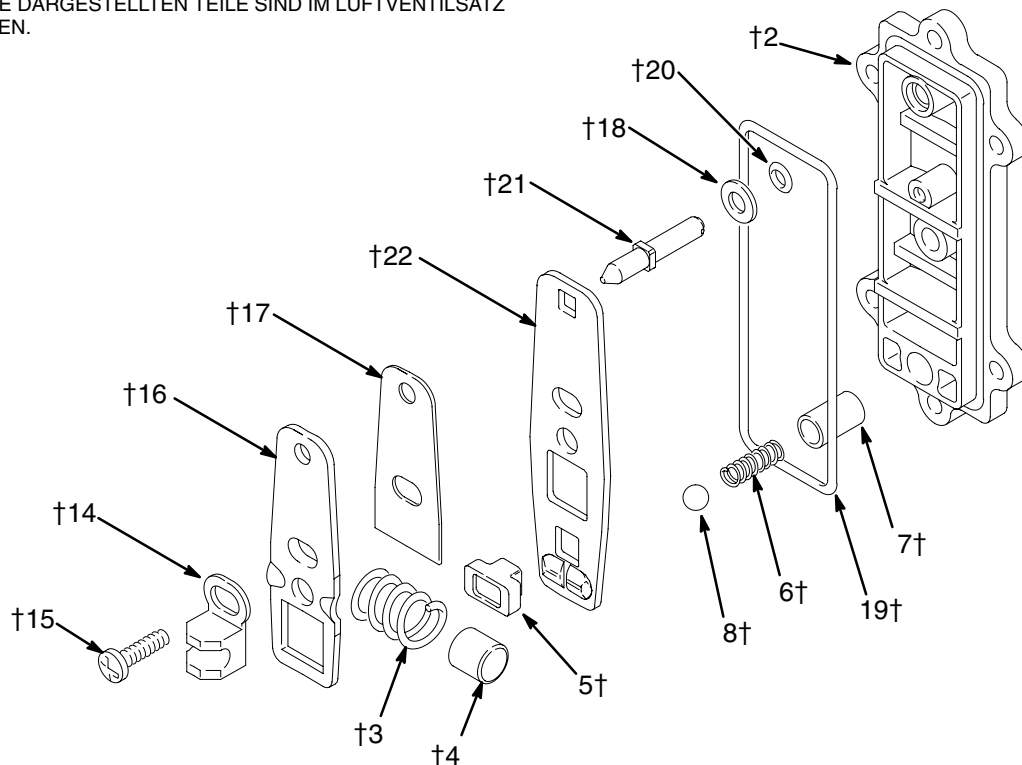

Abb. 9
3. Die Schraube (15) und den Sattel (14) entfernen. Siehe Abb. 9.
4. Den Steuerplattensatz, bestehend aus der Stellplatte (16), dem Distanzstück (17), der Steuerplatte (22), der Feder (3), dem Anschlag (4) und dem Ventillager (5), auseinanderbauen.
5. Die Kugel (8) und die Feder (6) entfernen. Die Hülse (7) ist mit Presssitz eingebaut und sollte nicht entfernt werden müssen; sollte jedoch eine Hülse ausgewechselt werden müssen, so muss auch der Deckel (2) ausgetauscht werden.
6. Rückstellwelle (21), O-Ring (20) und Scheibe (18) entfernen.